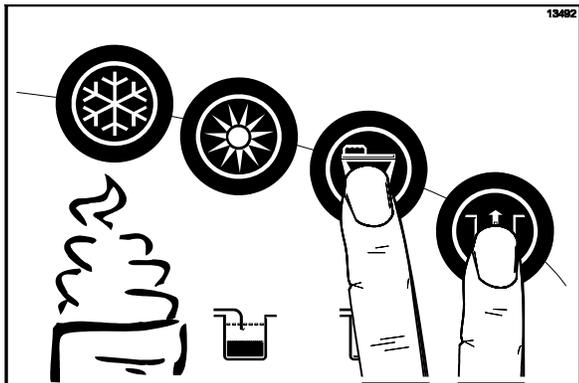

図164
10. WASH キー  と PUMP キー  を押してから、ドローバルブを閉じます(図164を参照。)